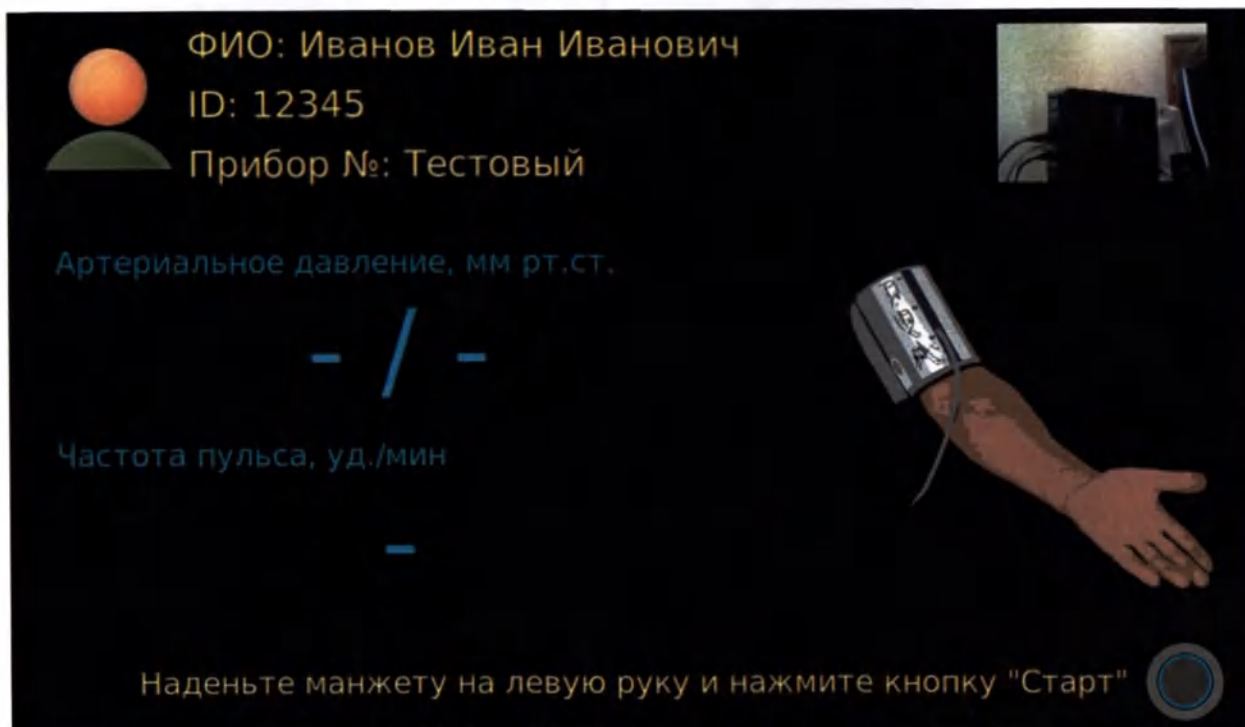

Рисунок 28 – Подготовка к измерению НИАД
2. Наложите манжету на верхнюю часть руки осматриваемого работника (рисунок 28) так, чтобы маркировка «Ф» на манжете совпадала с положением артерии. Не оборачивайте манжету вокруг конечности слишком плотно, это может вызвать ишемию конечностей. Убедитесь, что край манжеты находится в пределах указанного на манжете диапазона, в противном случае воспользуйтесь более подходящей манжетой.